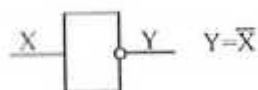

Рис. 1.1. УГО инвертора
1. *Инвертор* – реализует функцию логического отрицания или инверсии, которая часто обозначается как НЕ. Инвертор осуществляет дополнение логического состояния, т.е. логическая 1 на входе вызывает логический 0 на выходе и наоборот. На условно-графическом обозначении (УГО) инверсия показывается кружком (рис. 1.1)